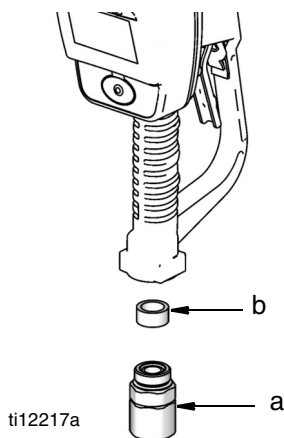

ABB. 2
2. Entfernen Sie das Drehteil (a), das Abstandsstück (b) und den O-Ring (c) vom Zähler (ABB. 2). Setzen Sie das Abstandsstück (b) wieder auf.